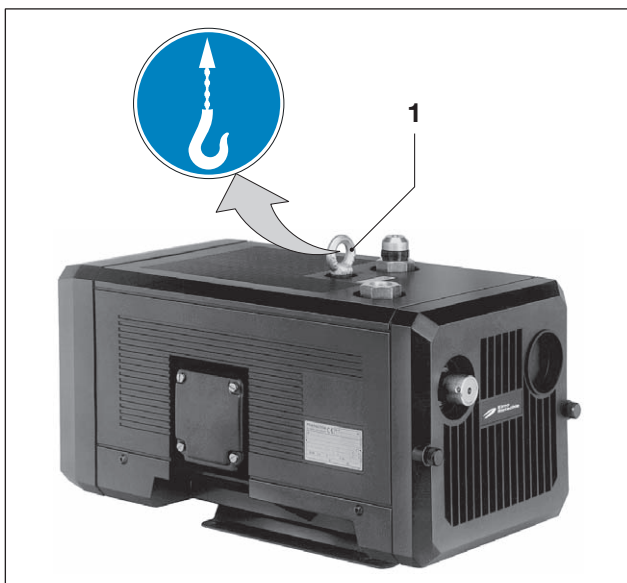

Fig. 1 Elevación y transporte
- a) Apretar bien la armella (fig. 1/1).